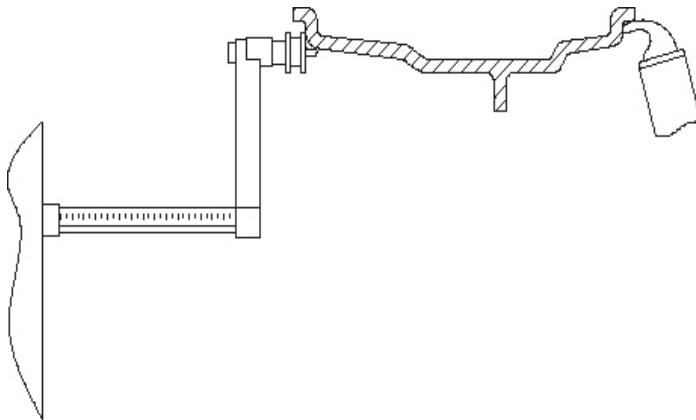

図 F3.6-STD、ALU1、2、3、4、5 モードでのパラメータの自動取得
- 2) 二つの測定定規を同時に引き出す、それらを図 F3.6 に示す位置にしておきます。
- 2) リムの端に対して図 F3.6 に示すように距離 / 直径定規を引き出します。